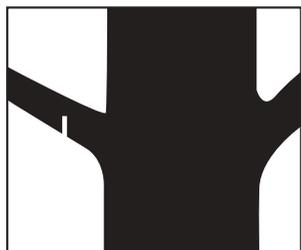

Fig. 52
1. Inicie el corte empezando por abajo, alejado del tronco con respecto al punto de corte final. El corte debe ser de entre un tercio y la mitad del espesor de la rama (Fig. 52).